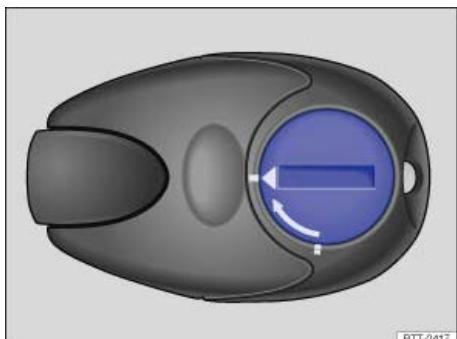

Abb. 251 Standheizung: Batterieabdeckung der Funk-Fernbedienung.
- Drehen Sie den Schlitz mit einem flachen, stumpfen Gegenstand, z. B. mit einer Münze, entgegen der Pfeilrichtung bis zur Markierung ⇒ Abb. 251.